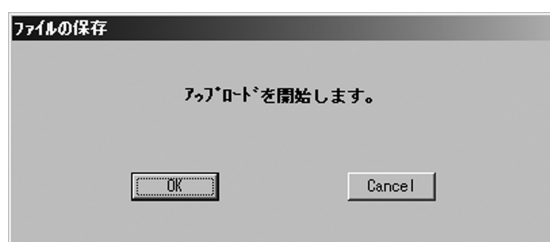

図89
- ① 画面上部メニューの「File(F)」をクリックし、「データベース(F)」の中の「ファイルの保存(S)Ctrl+S」を選び再度クリックします。
- ② 図89のようなメッセージボックスが現れますので、ファイルを保存する場合は「OK」ボタンをクリックしてください。